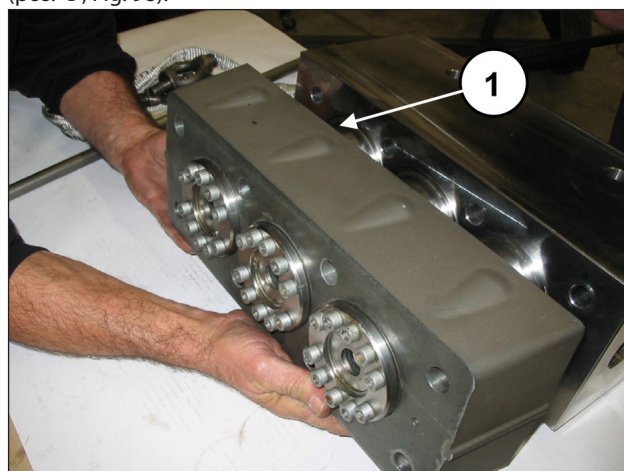

Fig. 98
Extraer el distanciador de las camisas de los grupos de camisas (pos. ①, Fig. 98).